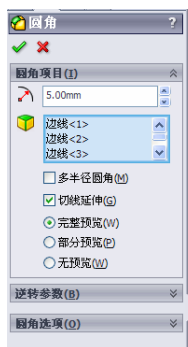

图 5-48 设置圆角参数
⑬ 绘制圆角。单击圆角按钮,选择轴筒与底板的交线和底板的 4 个角边,设置圆角类型为:等半径,圆角半径为 5.00mm,保持其他选项的系统默认值不变,如图 5-48 所示。点击确认按钮,完成圆角的创建。